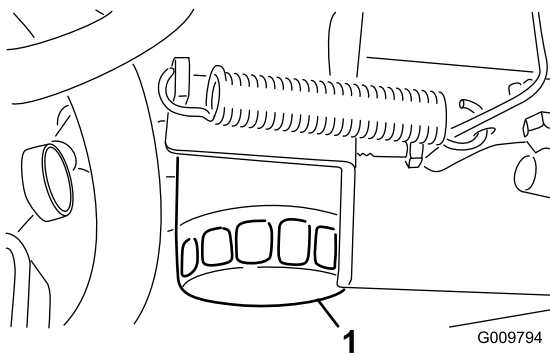

Figura 47
3. Retire o filtro do óleo (Figura 47).